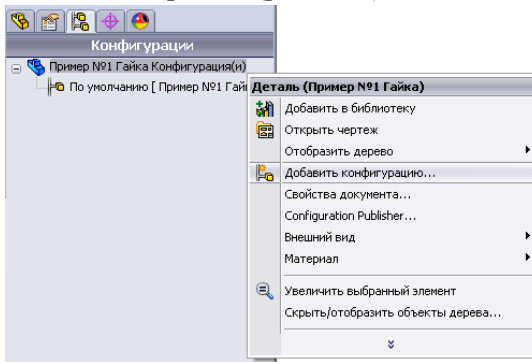

Рисунок 8.13 - Контекстне меню конфігурації
2. Тепер у вікні менеджера конфігурації клацнемо правою кнопкою миші по імені деталі (верхній рядок) і в контекстному меню що з'явилося, виберемо рядок **«Добавить конфигурацию...»** (рис. 8.13).